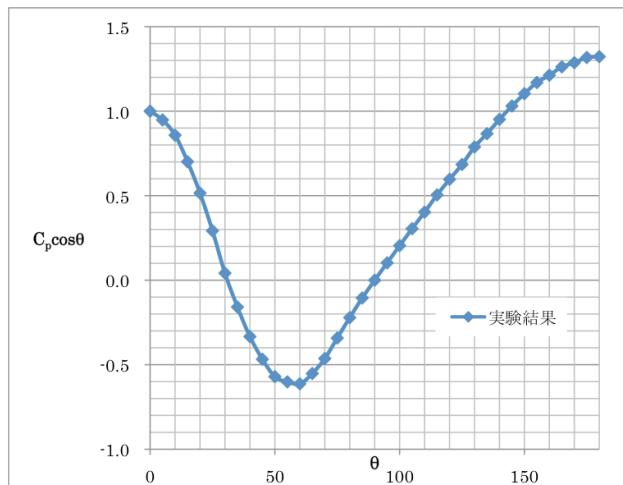

図6 円柱まわりの $C_p \cos \theta$
- (3) 実験2：実験で求めた C_p の $\cos\theta$ を取り図6のような作図をせよ。図の面積から、抗力係数を求めよ。